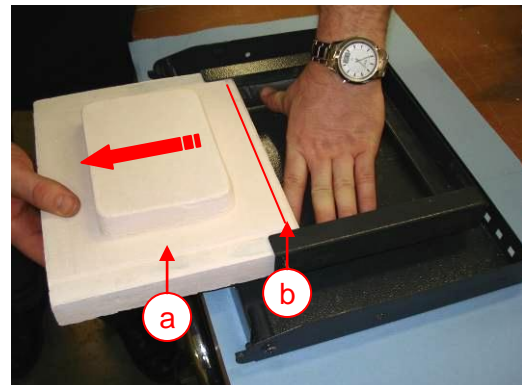

Abb. 8 Türstein aus Türe herausziehen
- Türstein vorsichtig nach unten aus dem Türgehäuse ziehen (Abb. 8 a).
- Neuen Türstein vorsichtig von unten in das Türgehäuse einschieben. Darauf achten, dass der Absatz des Türsteins (Abb. 8 b) zur Türoberseite zeigt. Wenn der Türstein schmaler als das Blech ist, dann die seitlichen Laschen leicht eindrücken, um ein Verrutschen zu unterbinden.